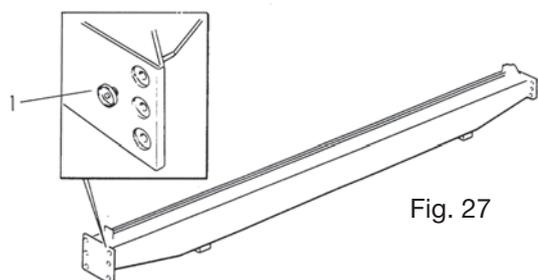

Fig. 27
- Rimuovere i tappi di plastica (figure 27 e 28) e pulire accuratamente le sedi in cui sono collocate dette boccole calibrate, eliminando qualsiasi traccia di vernice o di sporcizia.